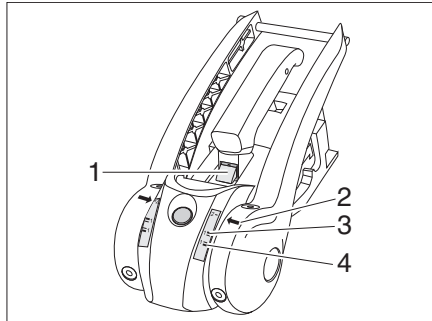

Fig. 152 Controllo usura guarnizioni di attrito
- Se la marcatura verde (Fig. 152,1) è visibile, le guarnizioni di attrito anteriori e posteriori sono ancora in uno stato regolare. Se la marcatura verde non è più visibile, le guarnizioni di attrito devono essere sostituite.
- Se la freccia (Fig. 152,2) è al di sotto del softdock 1 nel settore verde (Fig. 152,4), le guarnizioni di attrito a destra ed a sinistra sono in uno stato regolare. Se la freccia (Fig. 152,2) è al di sopra del softdock 1 nel settore rosso (Fig. 152,3), le guarnizioni di attrito devono essere sostituite.
- Se la marcatura verde (Fig. 152,1) è visibile, la sfera del gancio è in uno stato regolare. Se la marcatura verde non è più visibile, il diametro della sfera del gancio è < 49 mm e la sfera del gancio deve essere sostituita.